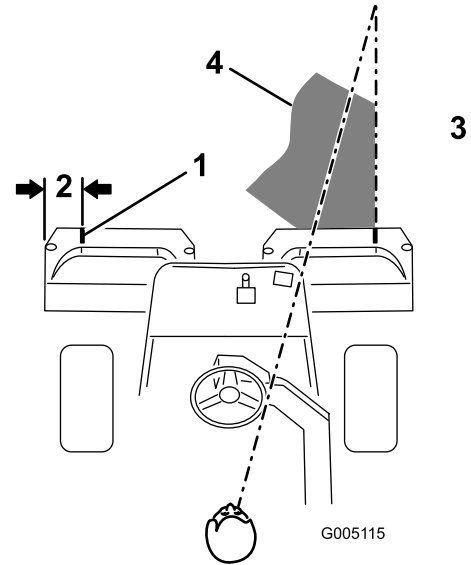
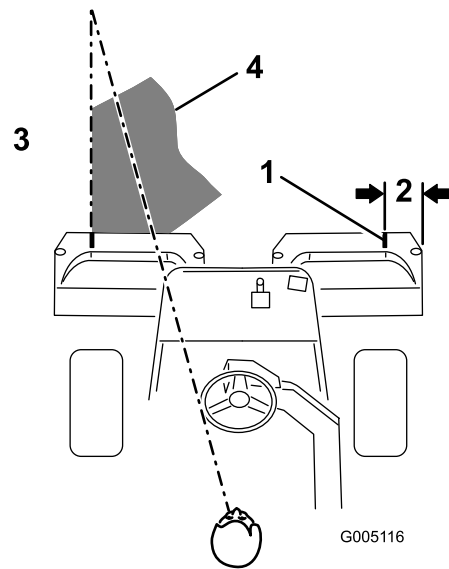

Figure 29
Figure 30
2. Placez une bande de papier blanc ou un trait de peinture sur chaque bac parallèlement à son bord extérieur (Figure 29).
3. Minimisez le chevauchement de la passe précédente lors de la passe de retour. Pour vous aider à conserver une ligne droite en travers du green et à maintenir la machine à égale distance du bord de la passe précédente, établissez une ligne de vision imaginaire à environ 1,8 à 3 m en avant de la machine jusqu'au bord de la partie non coupée du green (Figure 29 et Figure 30). Certains trouvent qu'il est utile de faire passer la ligne de vision par le bord extérieur du volant, c.-à-d. de maintenir le bord du volant aligné avec un point qui est toujours éloigné de la même distance par rapport à l'avant de la machine (Figure 29 et Figure 30).